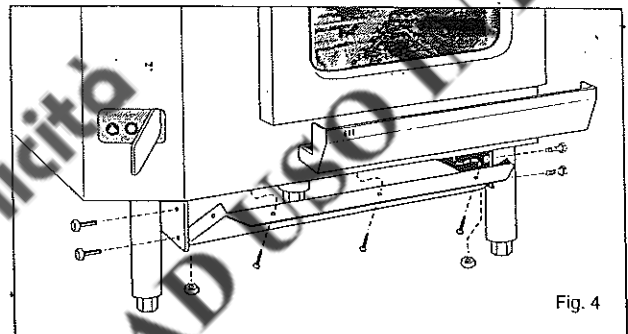

Fig. 4
- Estrarre la bacinella raccogli-condensa (fig. 4);